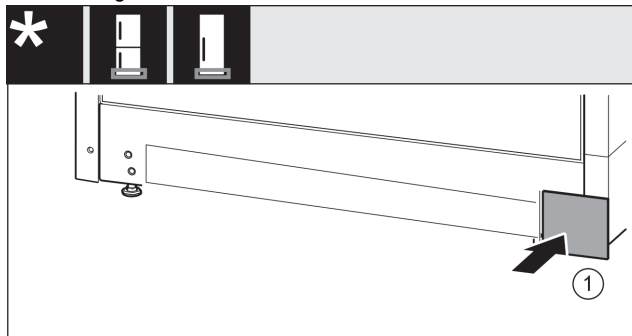

Fig. 38
- ▶ Påsæt afdækningen *Fig. 38 (1)* igen på den anden side.